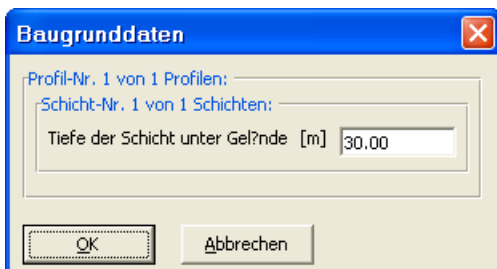

Bild 11-26 Dialogfeld "Tiefe der Schicht unter Gelände"
- Doppelklicken Sie auf Tiefe der Schicht. Das entsprechende Dialogfeld (Bild 11-26) erscheint, um die Tiefe der Schicht zu modifizieren